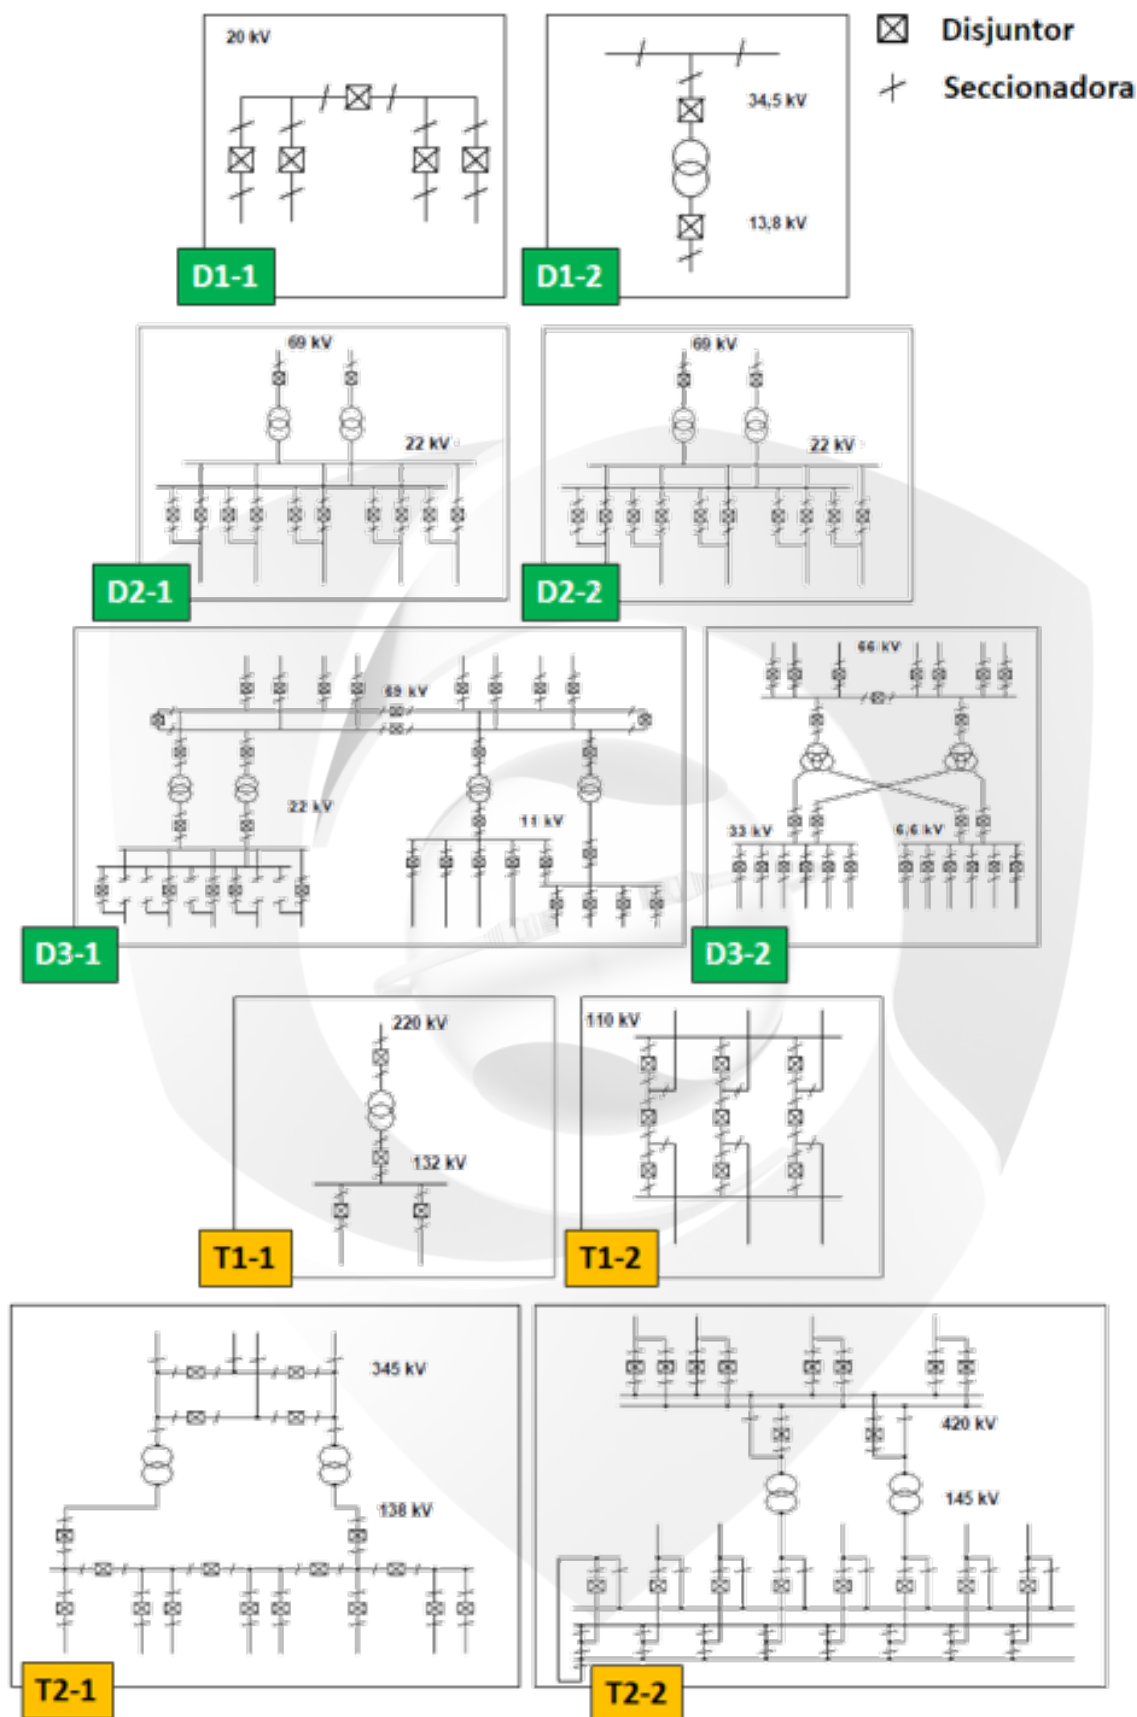

Figura 1 – Tipos de subestações de média e alta tensão
Como afirmado anteriormente, os requisitos funcionais devem ser independentes dos tamanhos das subestações. A Figura 1 mostra subestações típicas de média tensão (MV) e alta tensão (HV). Todos os tipos de subestações que foram considerados estão descritos no Anexo B do capítulo da norma (IEC61850-1, 2003).